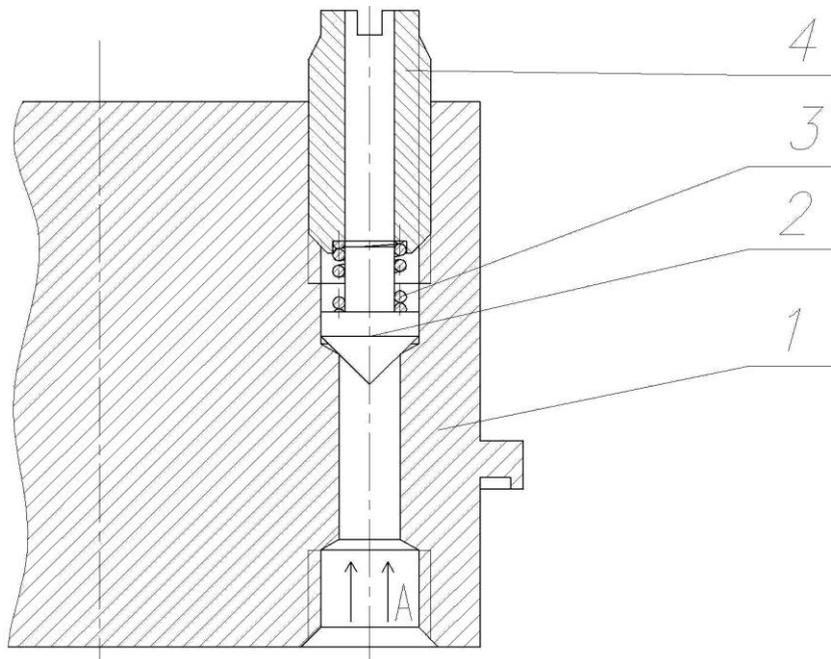

Рисунок 4. Устройство предохранительного клапана
**13.2.1.** Конструкция предохранительного клапана приведена на рис. 4.